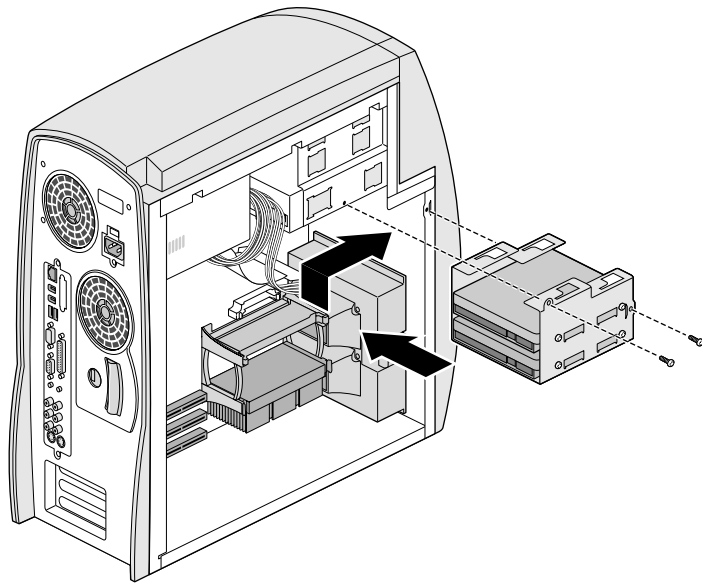

Abbildung 4-13 Installieren des Halters der internen Festplatte
11. Installieren Sie den Halter wie in Abbildung 4-13 im Steckplatz des Laufwerks.